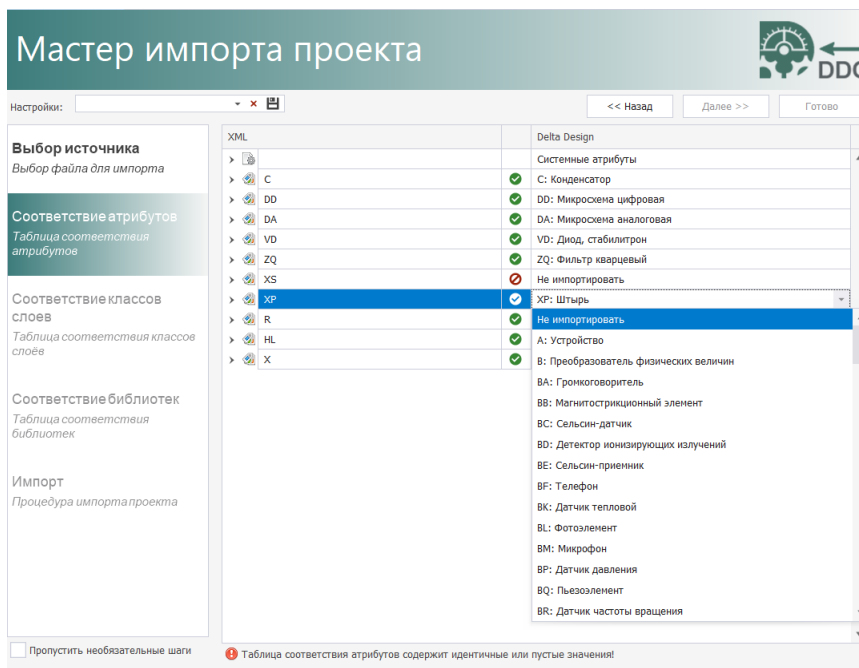

Рис. 58 Установка соответствия атрибутов
6. Установите/проверьте соответствие атрибутов для компонентов, Рис. 58. Установка соответствия производится с помощью выпадающего списка для каждого из возможных типов атрибутивных данных. Некоторые данные можно не импортировать, установив для них значение «Не импортировать».